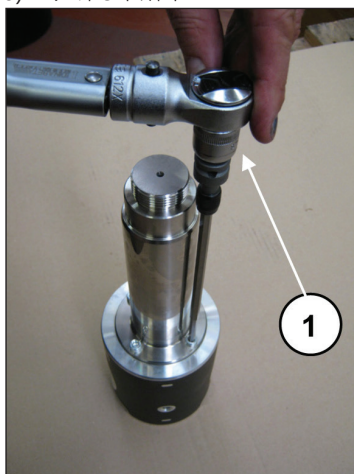

图 46
利用专用工具锁定柱塞导承，接着用扭力扳手进行螺栓的调节(①, 图 46)，如第3章所示。